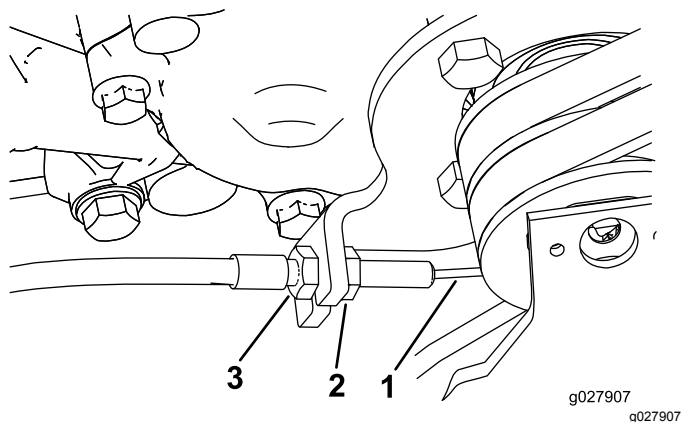

Figure 49
3. Pour accroître la tension du câble, desserrez l'écrou de blocage avant et serrez l'écrou de blocage arrière (Figure 49) jusqu'à ce qu'une force de 2,5 à 3 kg soit requise pour engager la transmission aux roues.